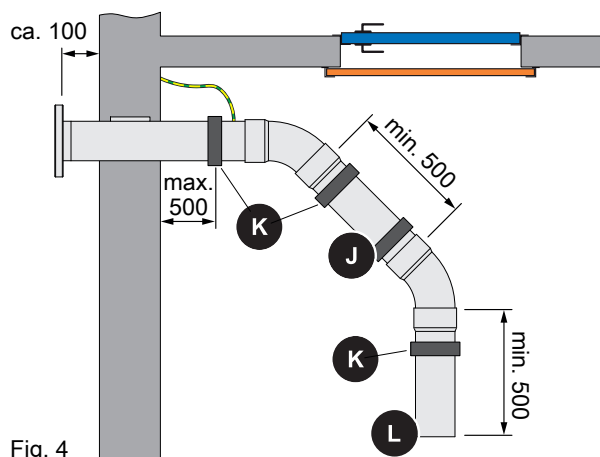

Fig. 4
- Murare o cementare i tubi di riempimento a una distanza di circa 100 mm dalla parete (fig. 4), posizionando la protezione antitorsione nella parete
Prolunga e fissaggio del tubo di riempimento (fig. 4)